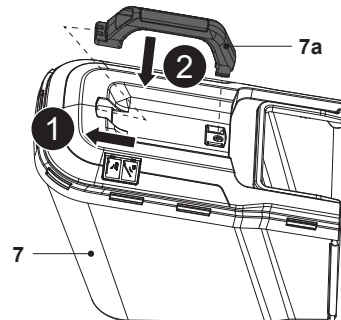

Fig. 6
2. Monter la poignée de transport (7a) dans les deux encoches d'assemblage du châssis supérieur du bac de ramassage (7), en veillant à l'orienter correctement (Fig. 6).